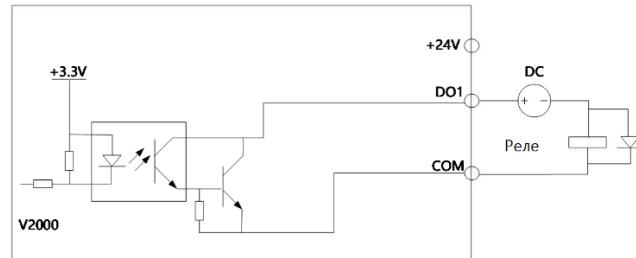

Рис. 3-13 Подключение многофункционального выхода с концевым питанием
- Для многофункционального выхода DO1 можно использовать внешний источник питания 24В, подключение согласно Рис. 3-13.